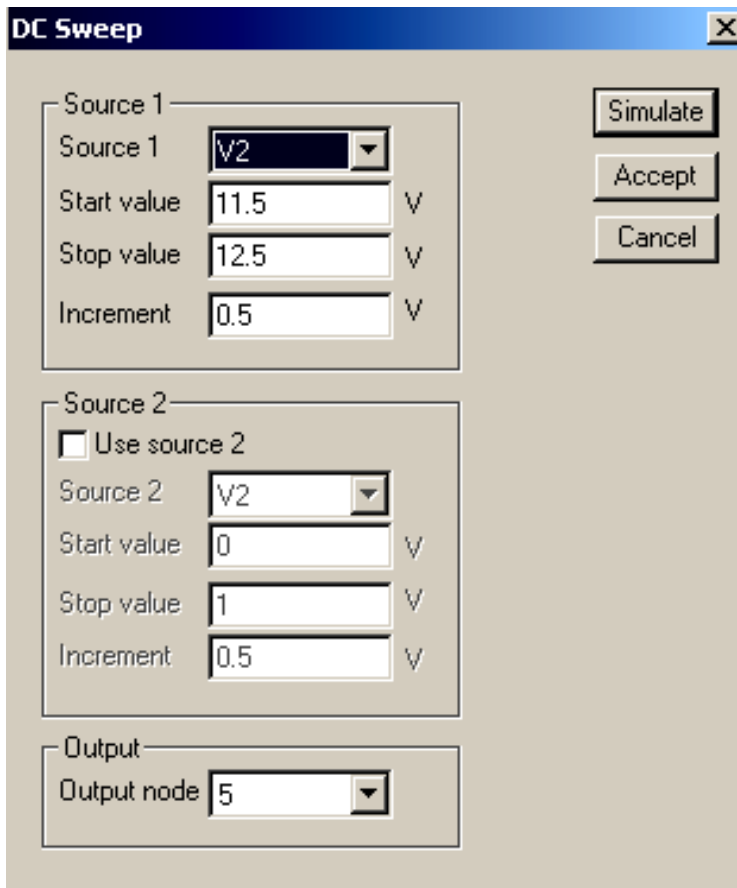

Рис. 1.8
6. **DC Sweep...** – варіація параметрів джерел при розрахунку режиму по постійному струму. В задачах електротехніки використання опції, що описується, дозволяє прискорити оцінку диференційного опору нелінійних елементів електричних кіл. Вікно установок планованих коливань напруги зображено на рис. 1.8. Для будь-якого з двох джерел встановлюються початкові і кінцеві значення напруги, або діапазон коливань. Після установки необхідних параметрів запускається режим аналізу (кнопкою *Simulate*) і на екрані монітора з'являється вікно **Analysis Graph** з графіком залежності абсолютних коливань напруги джерела й коливань напруги від часу в точці схеми, що аналізується. Більш детально використання опції буде описано у відповідних лабораторних роботах.